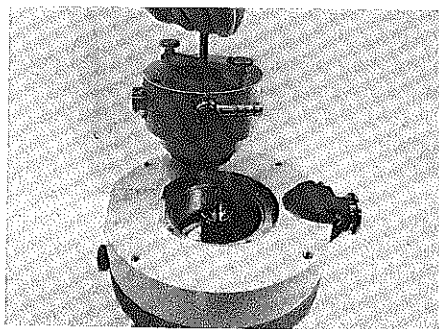

Fig. 20
- Mit Abdrückschraube Motor-Lagerschild 28 abheben (Fig. 20).
- Lift motor part 28 with the pulling screw (fig. 20).
- Au moyen du boulon d'extraction, soulever le flasque du moteur 28 (fig. 20).